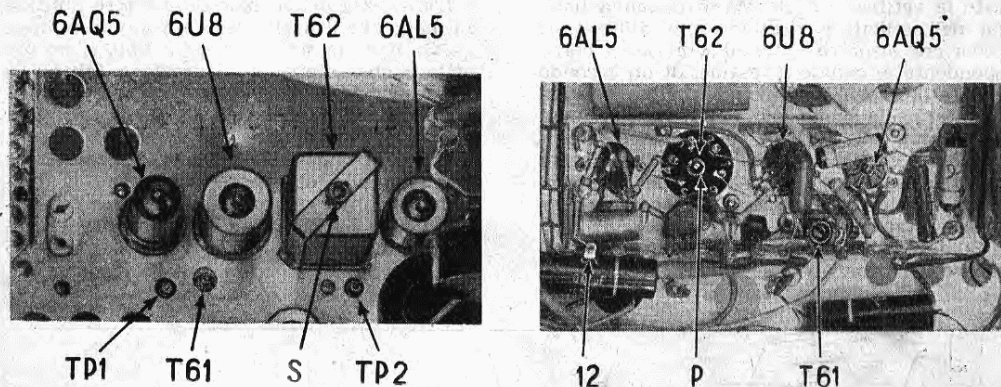

Fig. 43 - Vista della sezione suono, di sopra e di sotto.
fig. 43, fino ad ottenere la massima uscita; questa deve essere di circa -3 volt; regolare di nuovo la sintonia fine accuratamente in modo da ottenere questo valore. Regolare di nuovo la vite della bobina fino ad ottenere la massima uscita;
- 2) si collega il terminale negativo del voltmetro al terminale n. 12 della piastrina portaterminali (che è collegato al contatto n. 2 della valvola 6AL5, vedi fig. 43).
Si regola la vite inferiore (primario) del trasformatore rivelatore N. 7654 (T62 indicato nella fig. 43) fino ad ottenere la massima uscita;